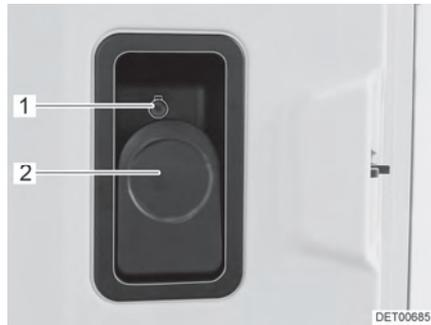

Fig. 32 Serrure de la porte (porte cellule à l'intérieur)
- Tirer le levier (Fig. 32,2).
- Enfoncer le bouton de sécurité (Fig. 32,1).